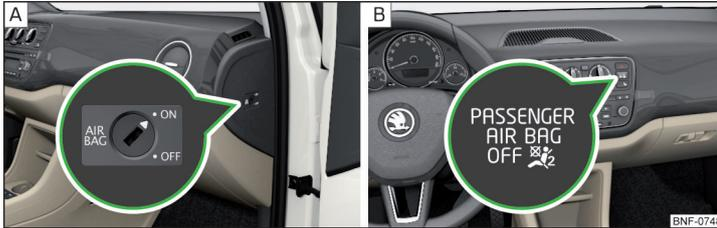

Abb. 9 Schlüsselschalter für Beifahrer-Frontairbag / Kontrollleuchte für Beifahrer-Frontairbag
Der Beifahrer-Frontairbag kann mit dem Schlüsselschalter abgeschaltet werden » Abb. 9 auf Seite 21 - A.
Stellungen des Schlüsselschalters » Abb. 9 - A
- ON** Der Beifahrer-Frontairbag ist eingeschaltet - nach dem Einschalten der Zündung **leuchtet** die Kontrollleuchte **OFF** ⚠; **nicht** » Abb. 9 - B